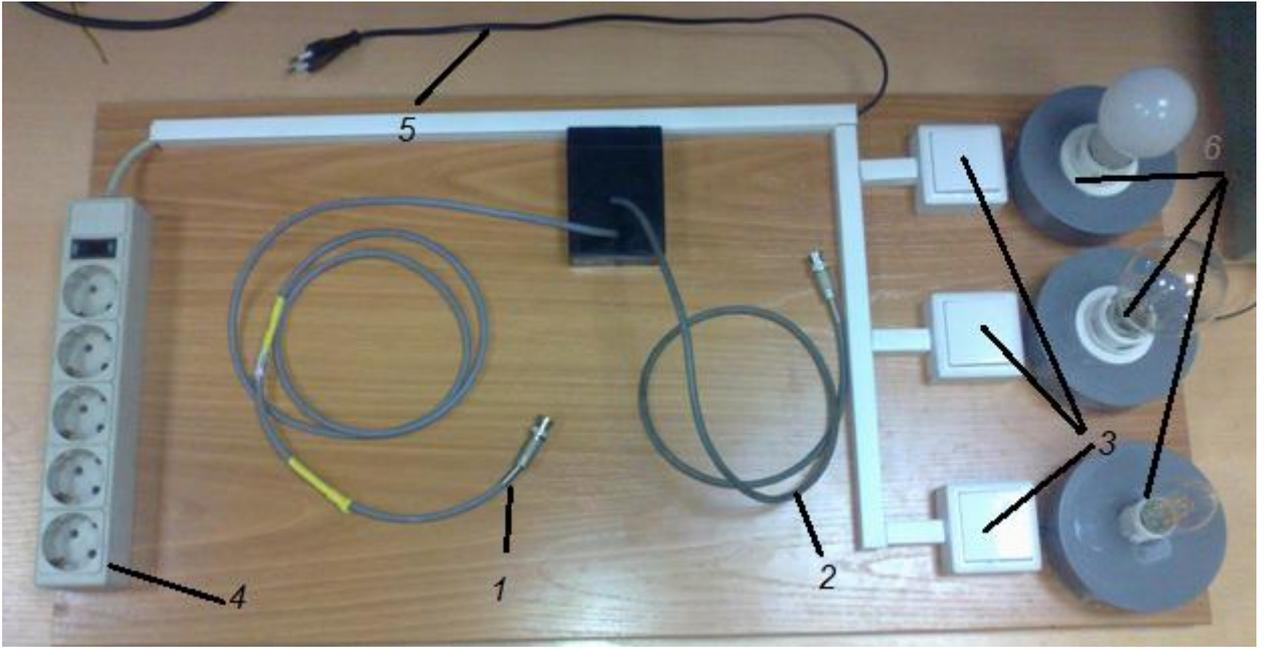

Рисунок 3 – Внешний вид стенда экспериментального
3. Стенд экспериментальный. Вид стенда изображен на рис. 3.